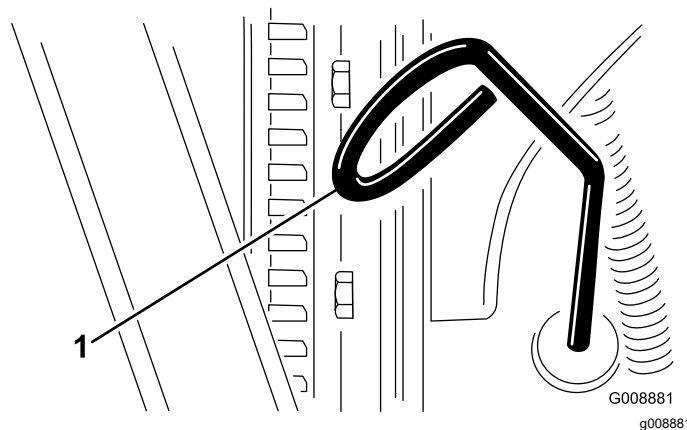

Figura 59
3. Retire la varilla, límpiela, y vuelva a colocarla (Figura 59).